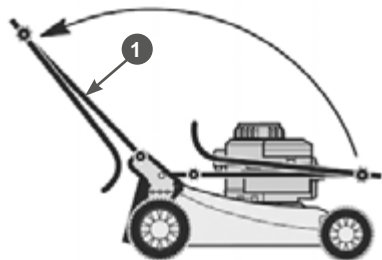

Рис. 3. Установка нижней части рукоятки
3. Установите нижнюю часть 1 рукоятки в рабочее положение (Рис. 3).